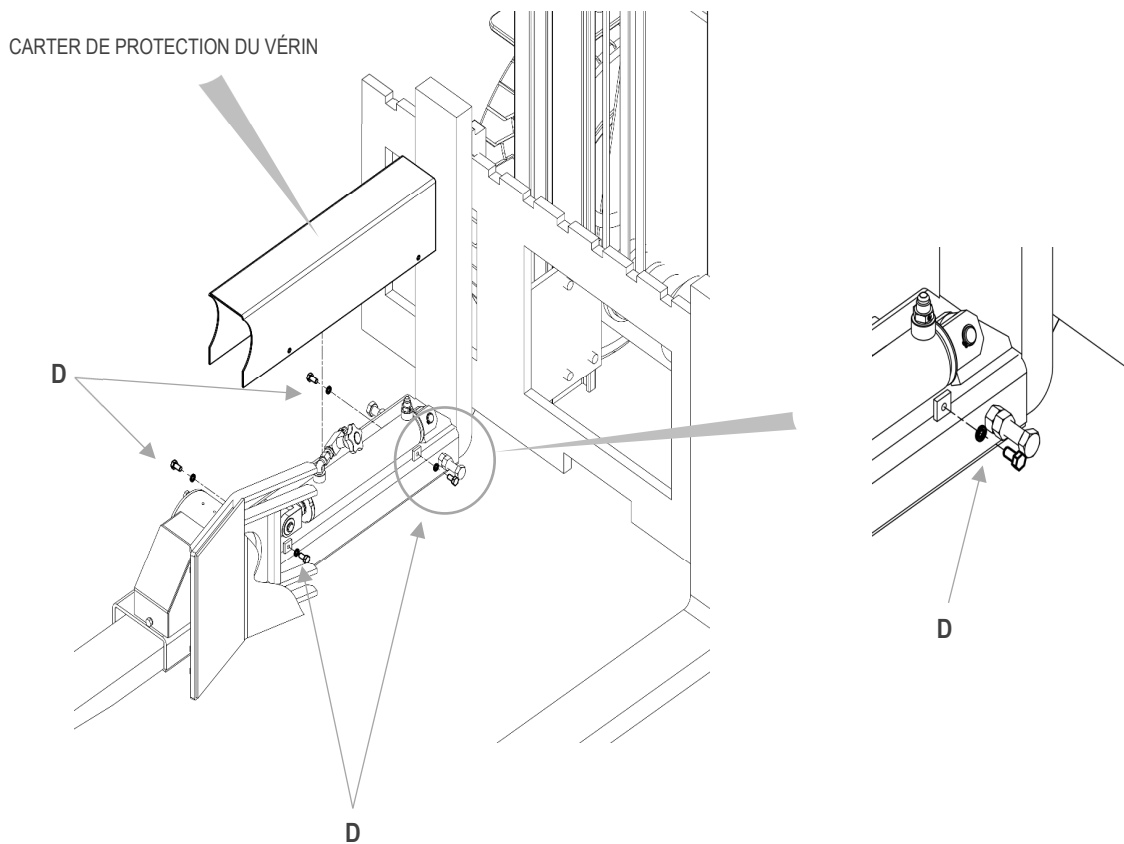

Figure 43
2. Dévisser les vis **D** sur le côté du « carter de protection du vérin » et retirer le carter (voir Figure 43)